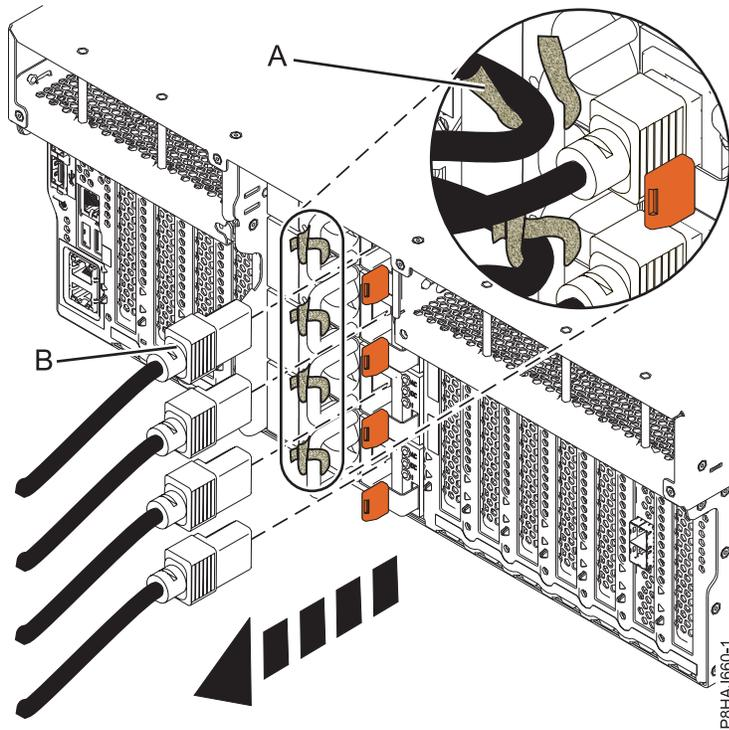
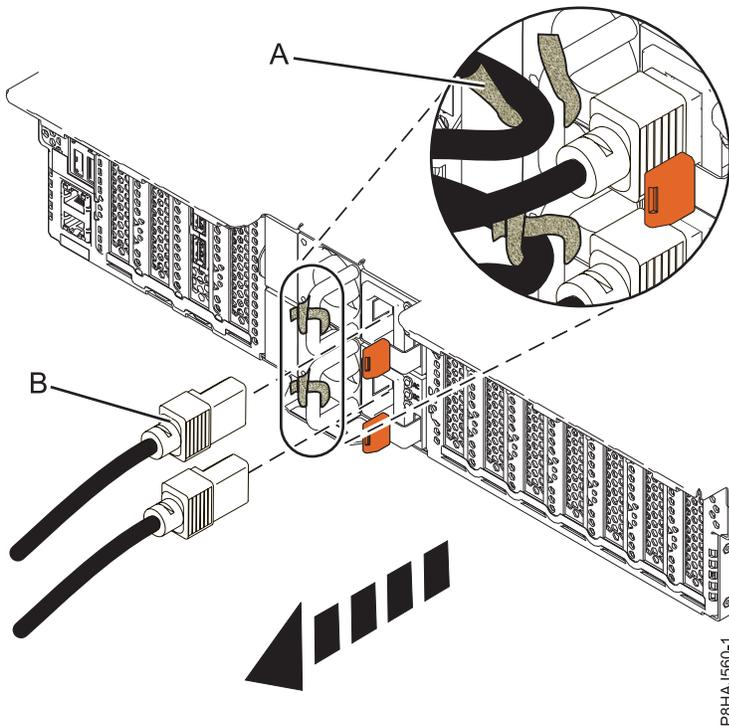
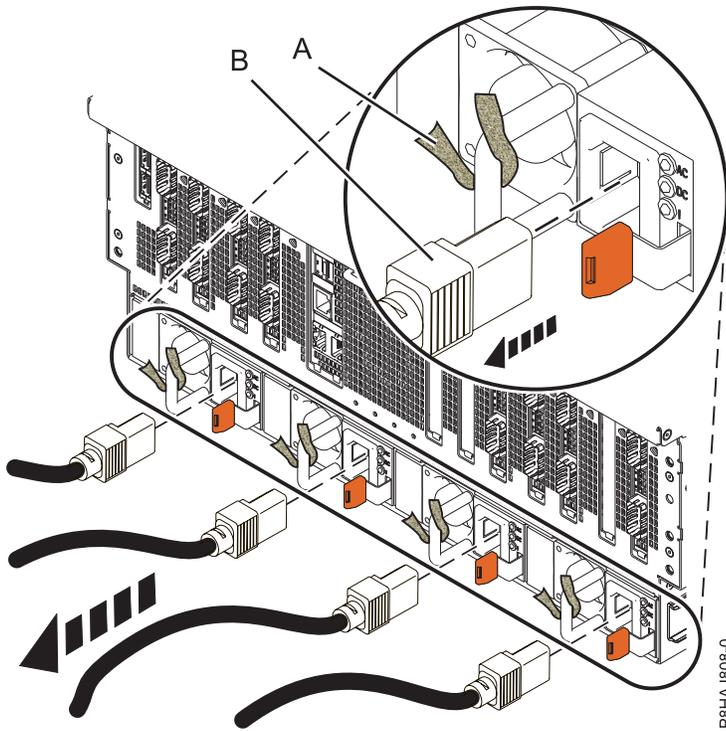

Abbildung 41. Netzkabel abziehen - System vom Typ 8247-42L, 8286-41A oder 8286-42A
Abbildung 42. Netzkabel abziehen - System vom Typ 5148-21L, 5148-22L, 8247-21L, 8247-22L, 8284-21A oder 8284-22A
Abbildung 43. Netzkabel abziehen - System vom Typ 8408-44E oder 8408-E8E
3. Ziehen Sie die Netzkabel (**B**) von der Systemeinheit ab. Siehe Abb. 41 auf Seite 57, Abb. 42 auf Seite 57 oder Abb. 43 auf Seite 58 (je nach Systemtyp).